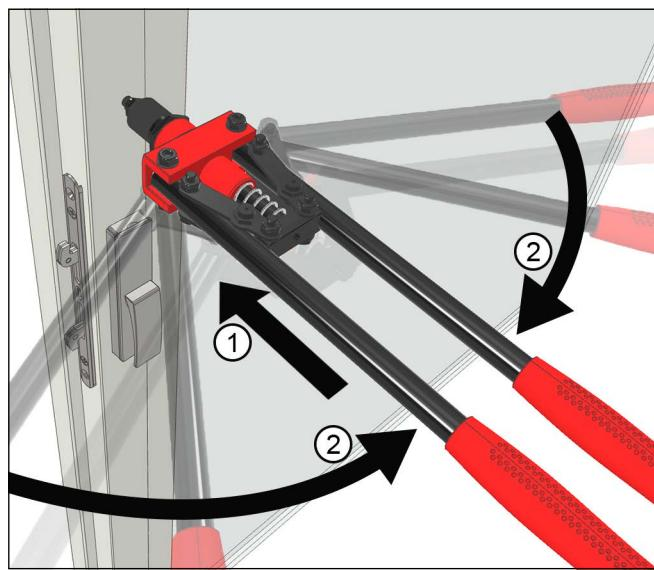

Figure 2
2. Insert the rivnut into the fabricated hole. While firmly pressing the rivnut in the hole at constant pressure, crimp the rivnut in place. See Figure 2. **Inserte el remache en el hueco fabricado. Prense el remache mientras lo empuja en el hueco usando una presión constante. Vea figura 2.**